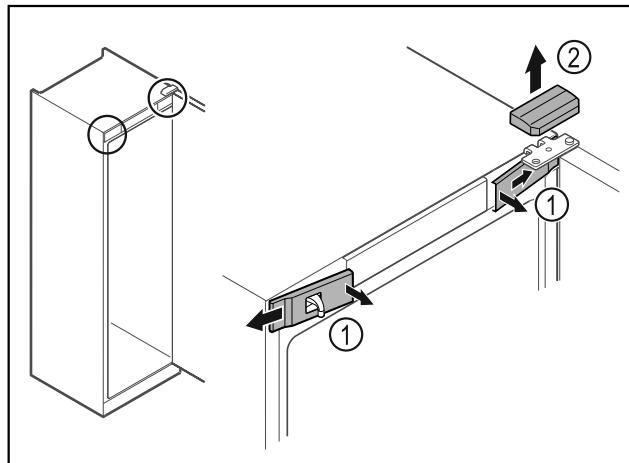

Fig. 11
- Откопчайте предните капаци Fig. 11 (1) отвътре и свалете настрани.
- Свалете горния капак Fig. 11 (2) нагоре.